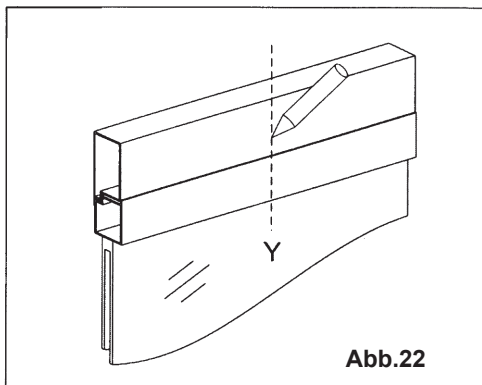

Abb.22
- 2) **Abb. 22-** Mit einem Stift die Mittellinie "Y" des Fensterrahmens ziehen;